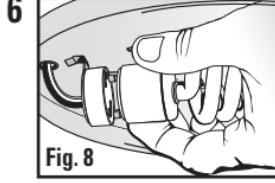

Fig. 8
Este accesorio para iluminación utiliza una (1) bombilla fluorescente autoequilibrada GU24 de 23 W. Agarre la bombilla por la base de plástico y alinee las espinas de la bombilla con las aberturas del portalámpara (Fig. 8). Gire la bombilla en el sentido de las agujas del reloj aproximadamente 1/4 de vuelta hasta que la base de la bombilla esté firmemente sujetada en el portalámpara.